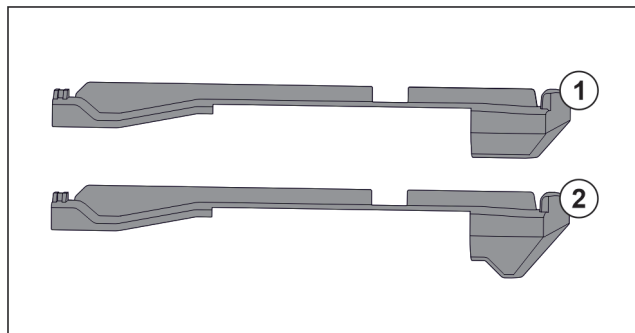

Fig. 84 对比插装件
冰箱中有两种不同的插装件。最底部抽屉上方的插装件 Fig. 84 (2) 有一个三角形的边缘。其他所有的插装件 Fig. 84 (1) 都有一个直的边缘。
- ▶ 将带有三角形边缘的插装件 Fig. 84 (2) 安装在最底部抽屉上方。
- ▶ 将带有直边缘的插装件 Fig. 84 (1) 安装到所有其他的位置上。